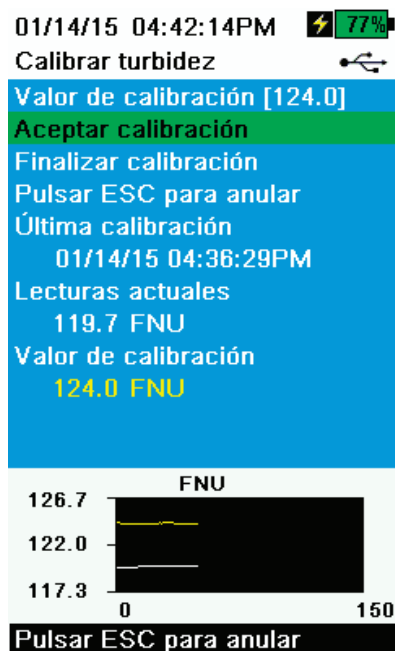

Figura 54 Calibrar la turbidez
10. Observe las lecturas reales de estabilidad (la línea blanca en el gráfico no muestra cambios significativos durante 40 segundos), luego seleccione **Aceptar calibración** (Figura 54). Se mostrará "Listo para cal. punto 3" en el área de mensajes.